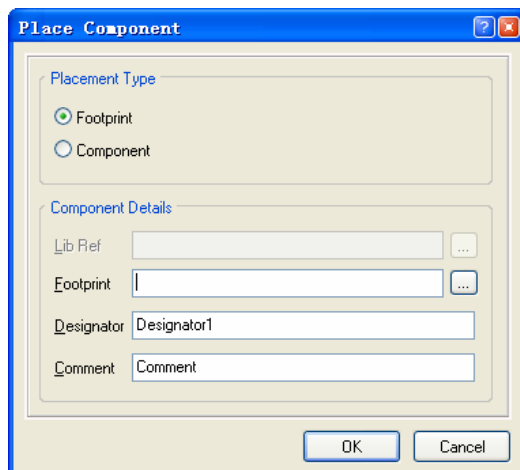
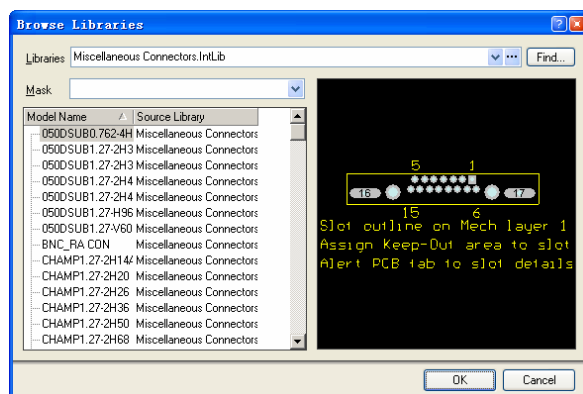
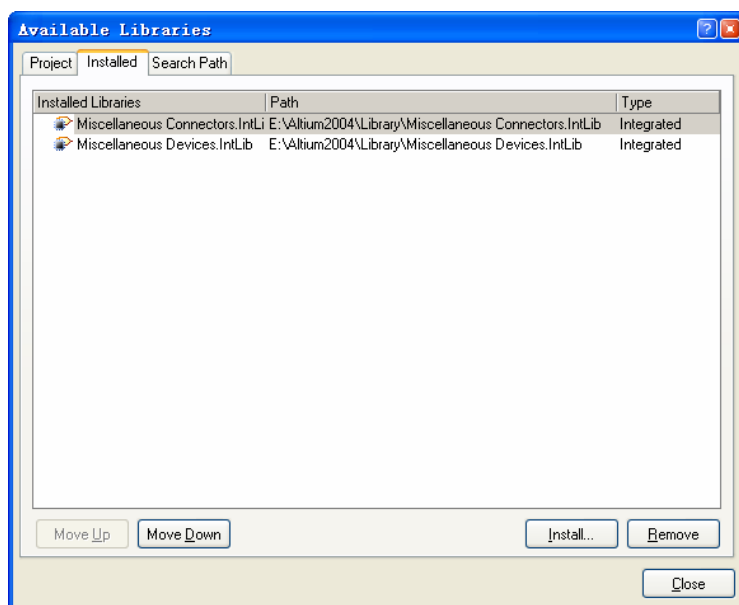

图 7.56 “Place Component”对话框
图 7.57 “Browse Libraries”对话框
图 7.58 “Available Libraries”对话框
(1) 在工作区选择需要布置 PCB 元件封装的 PCB 板层，单击“Wiring”工具栏中的布置 PCB 元件封装工具按钮，或者在主菜单中选择“Place”->“Component...”命令，打开如图 7.56 所示的“Place Component”对话框。
(2) 单击如图 7.56 所示的“Place Component”对话框“Component Details”区域内的“Footprint”编辑框右侧的按钮，打开如图 7.57 所示的“Browse Libraries”对话框。
(3) 单击如图 7.57 所示的“Browse Libraries”对话框中“Libraries”下拉列表右侧的  按钮，打开如图 7.58 所示的“Available Libraries”对话框。
(4) 单击如图 7.58 所示的“Available Libraries”对话框中的“Install...”按钮，打开“打开”对话框。
(5) 在“打开”对话框中选择需要添加的 PCB 元件封装所在的 PCB 元件封装库文件，然后单击“打开”按钮，将该库文件添加到“Available Libraries”对话框的列表中。
(6) 单击“Available Libraries”对话框的“Close”按钮，关闭该对话框。
(7) 在“Browse Libraries”对话框的“Libraries”下拉列表中选择添加的 PCB 元件封装库，然后再在“Browse Libraries”对话框的 PCB 元件封装列表中选择需要添加的 PCB 元件封装模型，单击“OK”按钮。
(8) 单击“Place Component”对话框中的“OK”按钮。
(9) 移动光标到合适位置，单击空格键调整 PCB 元件封装的旋转角度，单击鼠标，将该 PCB 元件封装布置到 PCB 板上。
(10) 重复步骤 (9)，在 PCB 板上布置同样的 PCB 元件封装，布置完毕后，单击鼠